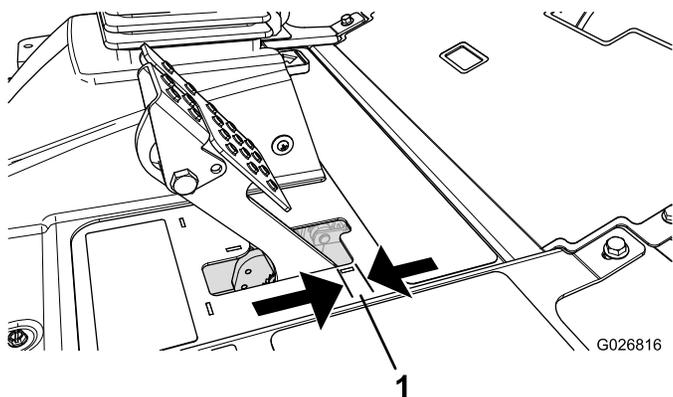

Figura 143
4. Premete leggermente il pedale del freno e misurate la distanza che il pedale percorre senza che si avverta resistenza (Figura 143).
Nota: Regolate i freni se il pedale ha un "gioco" superiore a 2,5 cm (Figura 143), o se è necessaria maggiore forza di stazionamento.
6. Serrate i dadi posteriori per spostare indietro il cavo, finché il pedale del freno non ha un gioco compreso tra 6 e 13 mm (Figura 143), prima che il freno di stazionamento innesti le ruote.